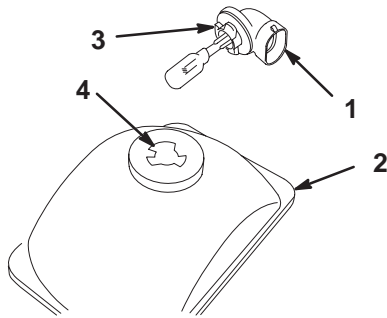

Bild 37
2. Fassen Sie unter das Armaturenbrett und drehen Sie die Birne eine 1/4 Umdrehung entgegen dem Uhrzeigersinn (Bild 37). Ziehen Sie die Birne aus dem Reflektor.
5. Fassen Sie unter das Armaturenbrett und richten Sie die drei Laschen an der Birne mit den Schlitz im Reflektor aus (Bild 37). Stecken Sie die Birne in den Reflektor und drehen ihn um 1/4 Umdrehung im Uhrzeigersinn bis zum Anschlag.